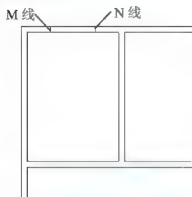

图 2.74 绘制窗洞口线
③ 在指定要偏移的那一侧上的点, 或 [退出(E)/多个(M)/放弃(U)] 退出: 提示下, 单击 M 线右侧的任意位置, 则生成窗洞口右侧的 N 线, 结果如图 2.74 所示, 按 Enter 键结束命令。
(1) 单击【修改】工具栏上的【阵列】图标 (快捷键 AR), 启动【阵列】命令, 查看命令行。
① 在选择对象: 提示下, 选择图 2.74 中的 M、N 线后按 Enter 键。
② 在输入阵列类型 [矩形(R)路径(PA)极轴(PO)] <矩形>: 提示下, 按 Enter 键选择【矩形】阵列。